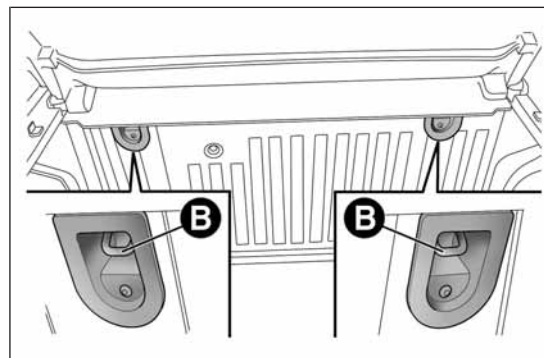

fig. 102
- ☐ fijar la correa superior (disponible junto con la sillita) a los correspondientes enganches B fig. 102 de la parte trasera del respaldo.